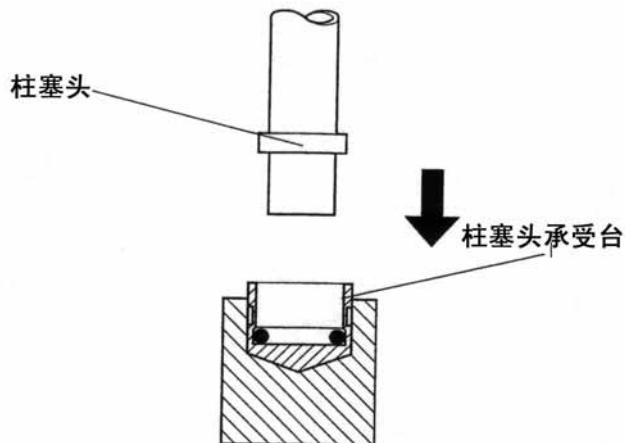

图 5.7 新的柱塞头的安装（横截面图）
4、如图 5.7 所示，新的柱塞头的前端垂直地对准柱塞头承受台，将柱塞压入。由柱塞头承受台与注射器配套，不要扔掉，妥善保管。